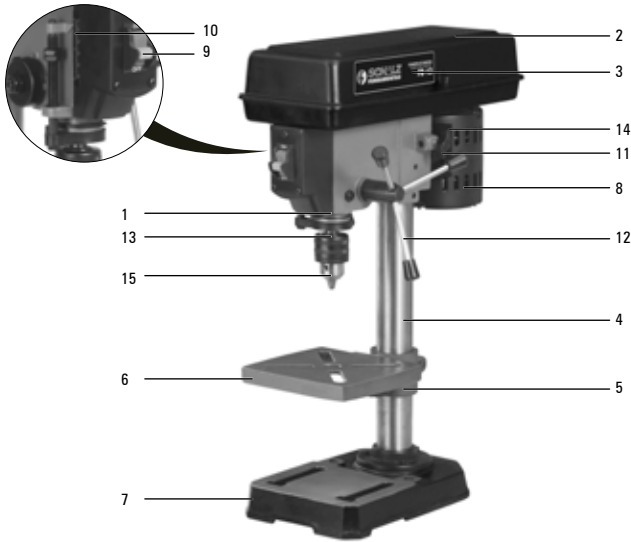

FIGURA 6.1
- Separe todas as peças embaladas, e compare cada um dos itens com a ilustração e a lista de peças soltas (Figura 6.1 e 6.2).